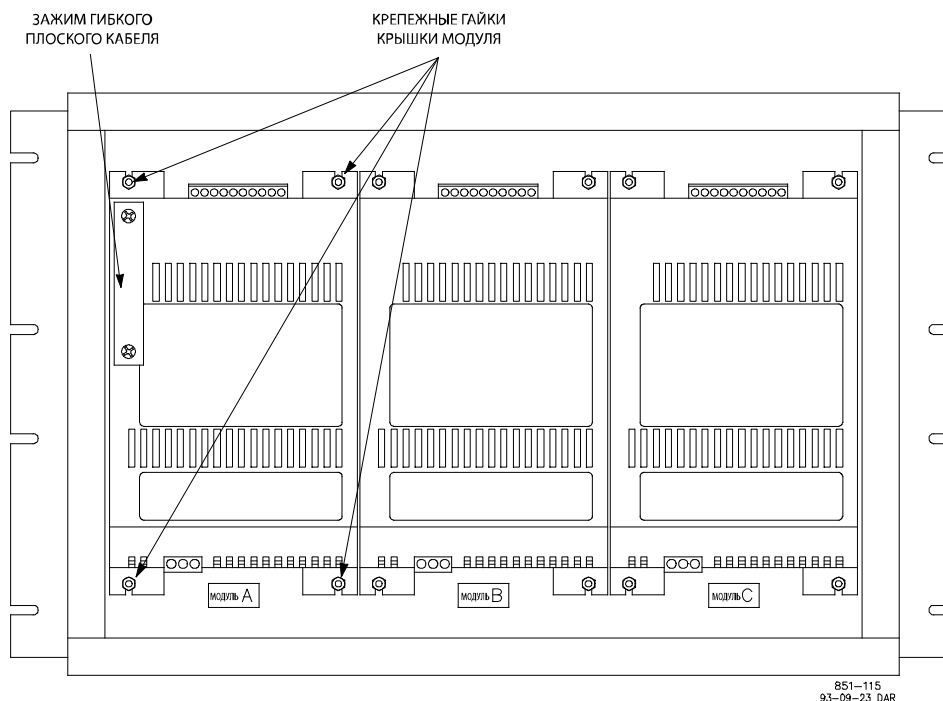

Рис. 5-2. Крышки модулей внутри корпуса системы
3. Если вы заменяете предохранитель в модуле А, удалите зажим гибкого плоского кабеля и сохраните его для дальнейшего использования в процессе установки крышки (см. рис. 5-2).
4. Отсоедините контактный разъем блока питания, после чего отсоедините контактный разъем блока ввода-вывода (см. рис. 5-2).
5. Удалите четыре гайки, крепящие крышку модуля, и осторожно поднимите крышку (рис. 5-2). Сохраните крышку и гайки, чтобы установить их после замены предохранителя.
9. Если предохранитель заменялся в модуле А, установите на крышке зажим гибкого плоского кабеля (см. рис. 5-2).
9. Если заменялся модуль А, установите зажим гибкого плоского кабеля на крышке (см. рис. 5-2).